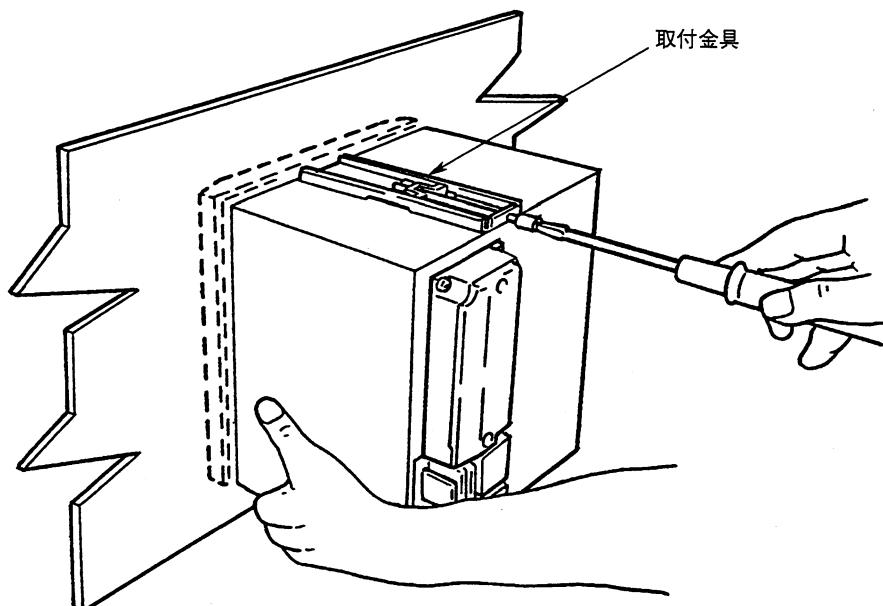

図3.1 取付方法(ペンモデルの例)
- (1) パネルは 2mm以上26mm以下の鋼板をご使用ください。
- (2) パネル前面から μ R1800記録計を挿入します。
- (3) パネルへは、付属の取付金具を用いて図3.1のように取り付けます。